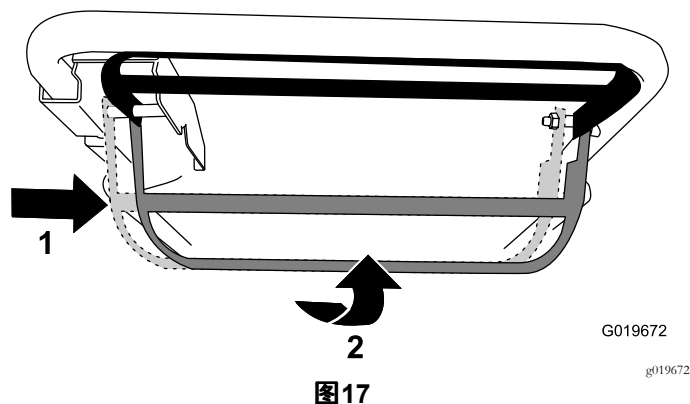

图17
- 要操作自走驱动系统并接合刀片 请将刀片控制杆移到最右侧并抬升到手柄处 图17。